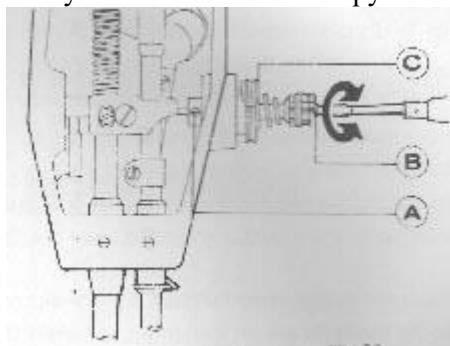

Рис. 22
5.1.1 Регулировка натяжения пружины нитепрятывателя (рис. 22)